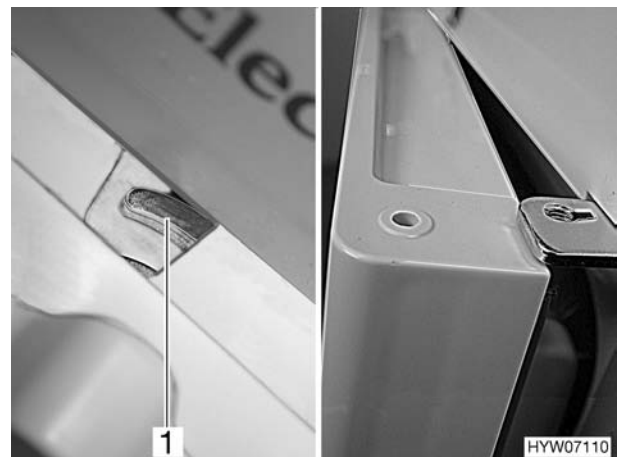

Fig. 174 Porta del frigorifero in posizione di
- Spostare il dispositivo di bloccaggio completamente verso destra. La porta del frigorifero è bloccata con l'ausilio dell'arresto della porta (Fig. 174,1). In questo modo la porta rimane ferma in posizione socchiusa (Fig. 174).